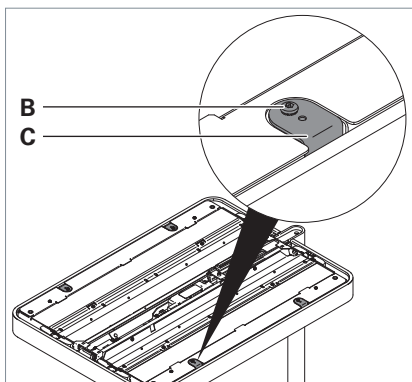

Fig. 18: Sicherungen entfernen.
- Drehen Sie alle vier Sicherungsschrauben **B** aus den Sicherungslaschen **C** mit Spezialwerkzeug heraus, siehe Fig. 18.